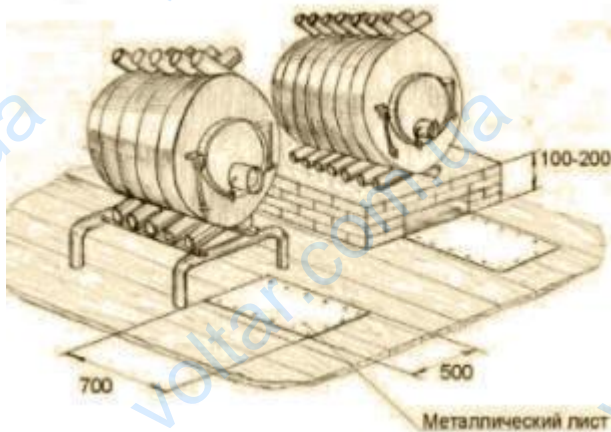

Рисунок 2.
4.5. При установке печи на деревянном полу основание под печью должно быть сделано из четырех рядов кирпичей, положенных плашмя на глиняном растворе, при этом два нижних ряда кладки разрешается делать с шанцами (пустотами), см. рис. 2.